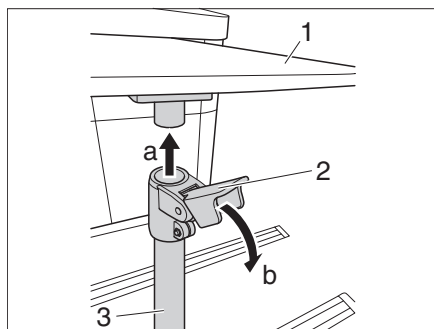

Fig. 12 Fissaggio della gamba di appoggio
- Ruotare il piano del tavolo (Fig. 12,1) di 90°.
- Inserire la gamba di appoggio (Fig. 12,3) nel piano del tavolo (a).
- Spingere il bloccaggio (Fig. 12,2) verso il basso.